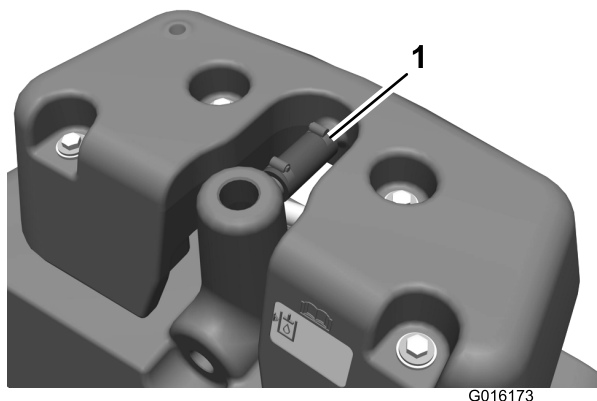

Figura 2
8. Allentate i morsetti senza fine e rimuovete il flessibile di troppo pieno (Figura 2).
24. Fissate l'estremità libera del flessibile di troppo pieno al tubo del serbatoio del rivelatore di perdite con un morsetto senza fine (Figura 2).